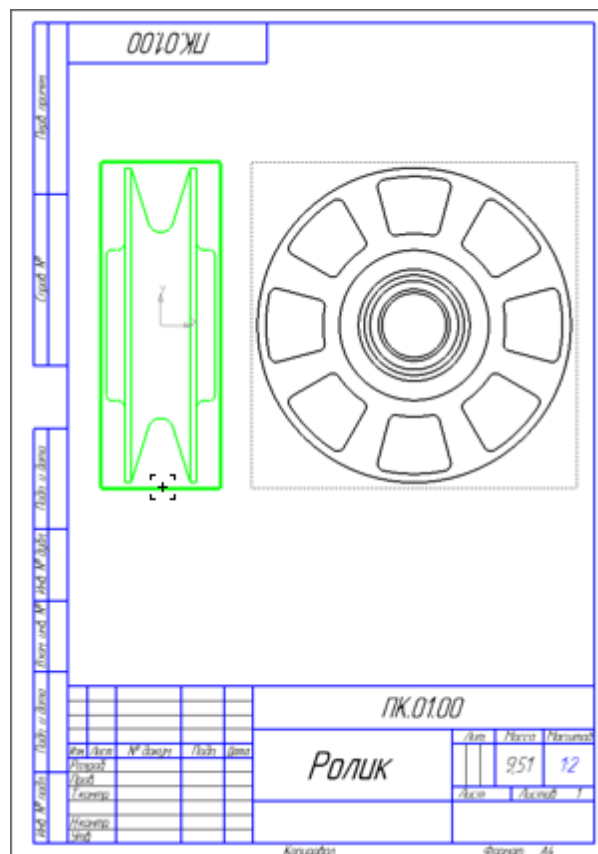

Рисунок 2.
- Щелкните мышью на пунктирной рамке Главного вида — вид будет выделен цветом (рис. 2).